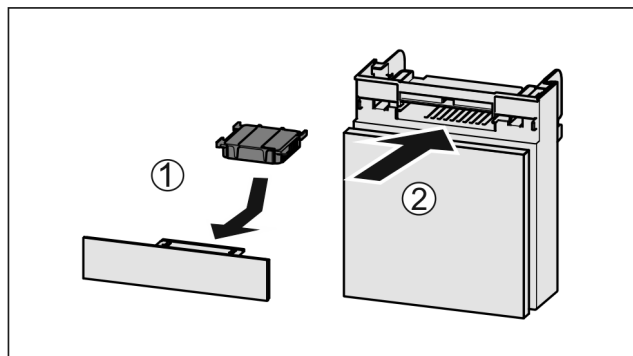

Fig. 121
- Вставити фільтр з активованого вугілля за малюнком Fig. 121 (1).
- Вставити відділення Fig. 121 (2).